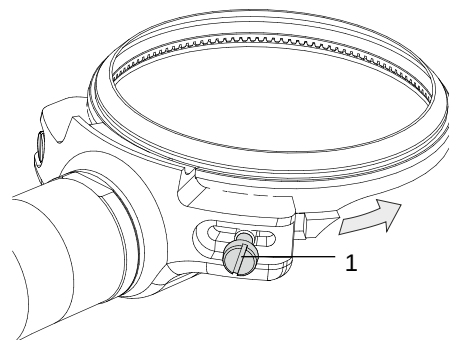

Abb. 7.1 – Schraube lösen
- 1) Schraube (1) lösen, s. Abb. 7.1.